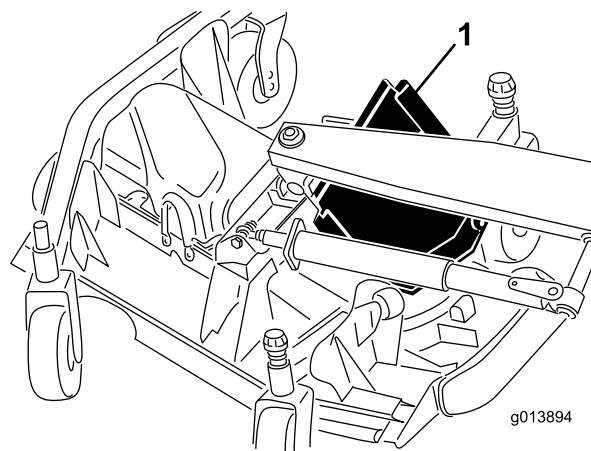

図 79
6. 前側エッジを持ち上げ、これを昇降アームとローラの間で移動する 図 79。